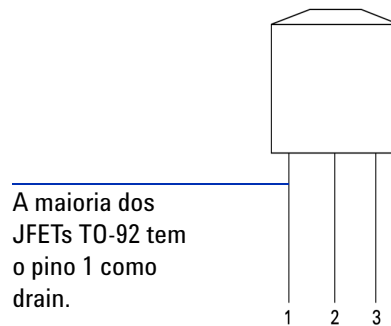

Figura 5-10 JFET TO-92
- 3 Neste exemplo, usaremos um JFET com encapsulamento TO-92, como na Figura 5-10.